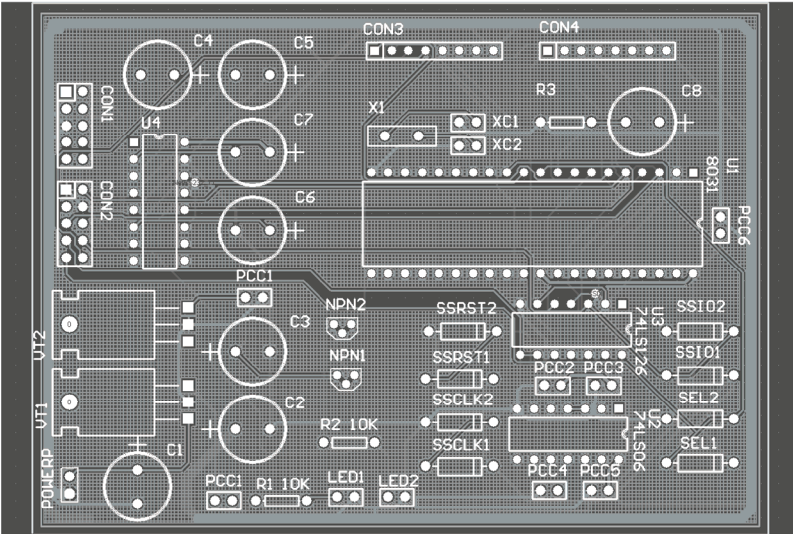

图 6-88 敷铜后的 PCB
3) 在终点处右击，程序会自动将终点和起点连接在一起，并且去除死铜，形成板上敷铜，如图 6-88 所示。